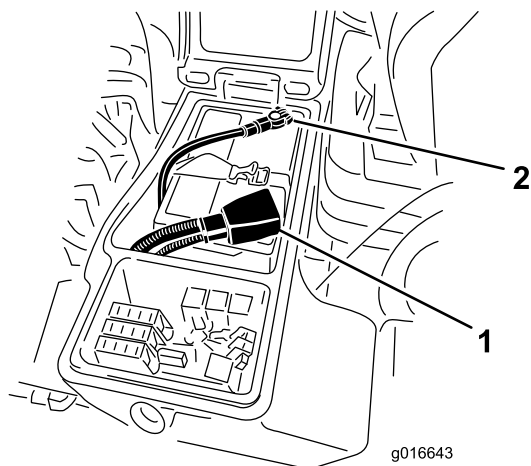

Figura 134
1. Conecte el cable positivo (rojo) al borne positivo (+) de la batería (Figura 134).